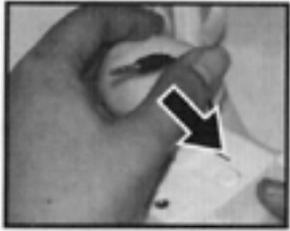

Figure 3
1. Faites glisser la caméra dans l'encoche prévue à cet effet (Figure 3).
3. Retirez précautionneusement l'écrou (figure 3).
3. Vissez les vis de fixation dans le sens des aiguilles d'une montre, comme indiqué sur la figure 3. Veillez à ce que les trous pour la vis soient bien alignés.